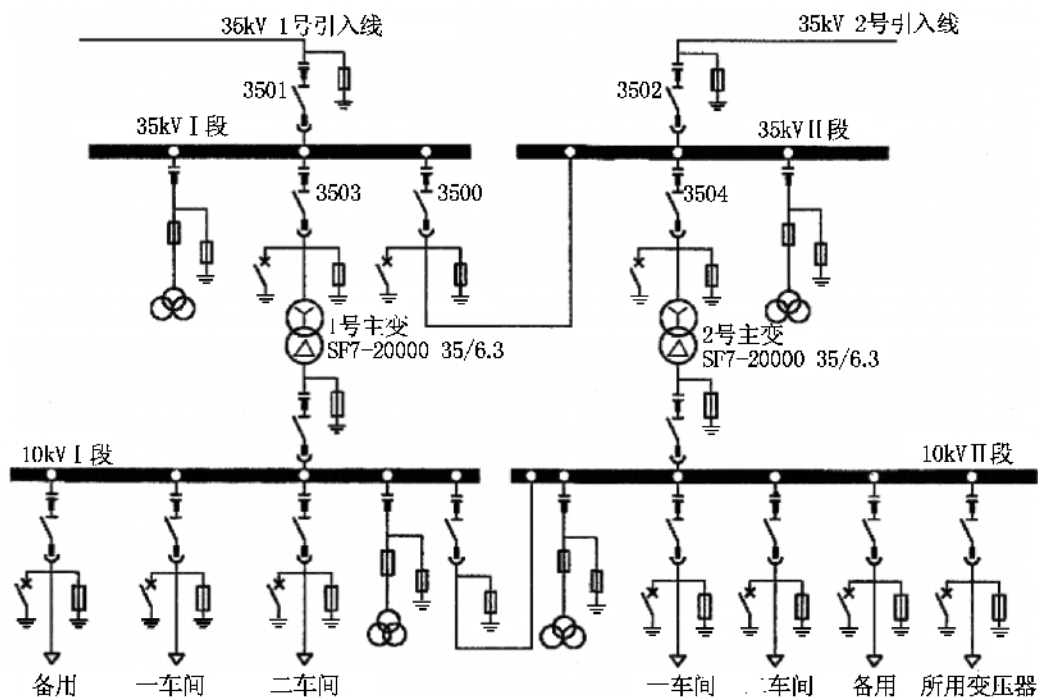

图1-1-8 某厂总降压变电所一次接线图
5. 说明图1-1-8中变电所的高低压侧电气主接线分别是哪种？